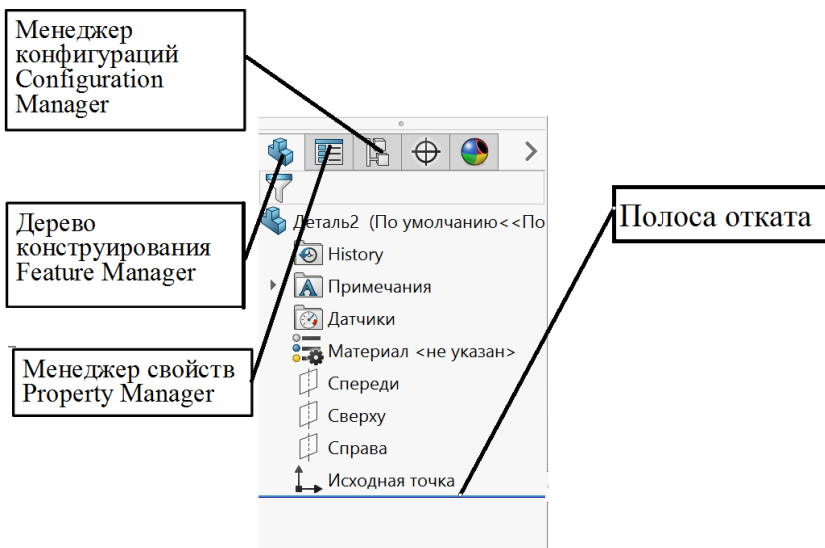

Рис. 1.2. Информационно-управляющая область
Информационно-управляющая область (рис. 1.2) располагается с левой стороны рабочей зоны и содержит несколько вкладок: дерево конструирования Feature Manager, менеджер свойств Property Manager, менеджер конфигураций Configuration Manager.
- временный возврат модели в любое из предыдущих состояний с помощью полосы отката. Для этого достаточно переместить полосу отката – широкая желтая линия (см. рис. 1.2) по дереву конструирования. Когда модель в состоянии отката, можно добавлять новые элементы или редактировать существующие. Использование отката применяют при анализе последовательности создания модели, устранении ошибок или при вставке новых элементов.